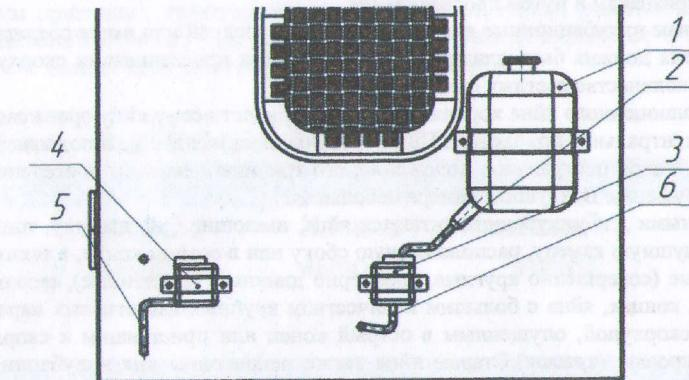

Рис. 1
5.3.Заполните теплой водой основной бачек влажности (поз. 1. Рис. 1) и питатель датчика влажности (поз. 4. Рис. 1).
Работа механизма подачи воды в ёмкость для увлажнения работает по принципу сообщающихся сосудов. Основной бачок полностью герметичен (за счёт разницы атмосферного давления и давления в основном бачке) при условии что шланг (поз. 2 Рис. 1) находится ниже уровня воды в бачке (поз. 3 Рис. 1). При снижении уровня воды в ёмкости для увлажнения происходит снижение уровня воды в бачке (поз. 3 Рис.1) что приводит к тому что шланг (поз. 2 Рис. 1) оказывается выше уровня воды в бачке и как следствие разгерметизация основного бачка через шланг (поз. 2 Рис. 1) (происходит выравнивание давления в основном бачке с атмосферным) в результате чего происходит долив воды в бачок (поз. 3 Рис. 1). Поэтому несоблюдение последовательности операций при доливке может привести к утечке воды из основного бачка.